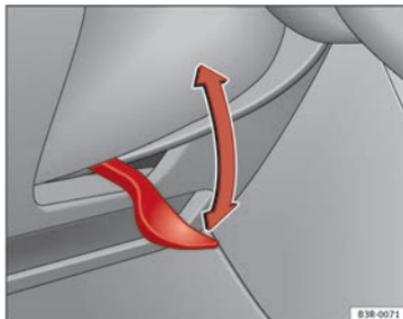

Fig. 133 Lever beneath steering column
- Push the lever ⇒ Fig. 133 down ⇒ ⚠.